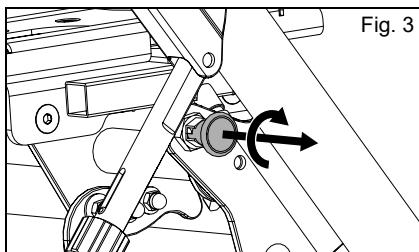

Fig. 3
1. Extraiga el pasador de bloqueo y asegúrelo en la posición desactivada girándolo (Fig. 3).